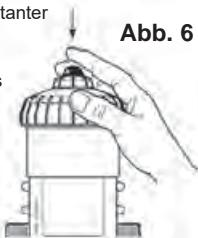

Abb. 6
- Auf den oben am Deckel befindlichen Entlüftungsknopf drücken (Abb. 6).